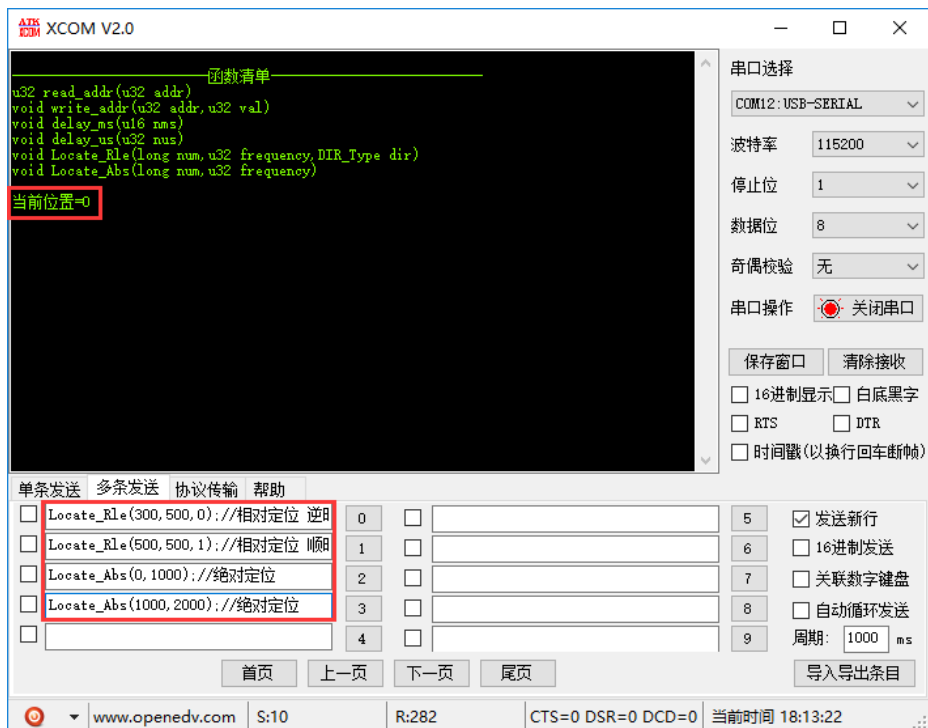

图 5.3.2 设置可调用函数并置零当前位置
2) 然后选择多条发送，把接收区的最后 2 个函数复制到发送条目下，修改好参数，开发板复位一下，当前位置归零。如图 5.3.2：